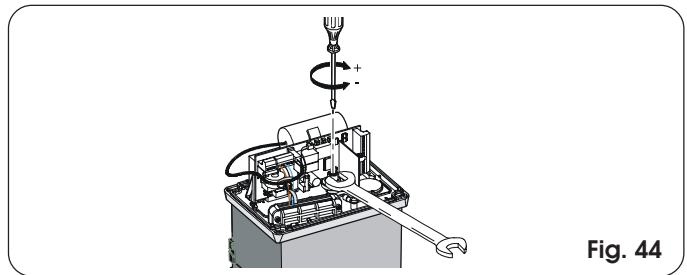

Fig. 44
- 2) Maintenir l'arbre moteur bloqué au moyen d'une clé anglaise et agir sur la vis de réglage de l'embrayage avec une clé pour vis à six pans creux ou un tournevis d'après la Fig. 44. Pour augmenter le couple, tourner la vis dans le sens des aiguilles d'une montre. Pour diminuer le couple, tourner la vis dans le sens inverse des aiguilles d'une montre.